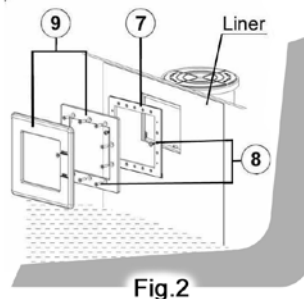

Fig.2
4.1.1. PREFIJACIÓN DE LA BOQUILLA DE RETORNO DEL SKIMMER DE MOCHILA (Fig.2)
Introducir el anillo de fricción y una de las juntas (Fig. 2), en la boquilla de retorno.
Desde el exterior de la piscina introducir la otra junta (Fig. 2) a la parte roscada de la boquilla de retorno que se asoma.
Roscar la boquilla de retorno firmemente contra el cuerpo del Skimmer de mochila mediante la ayuda de la llave (Nº 13 Fig. 2).